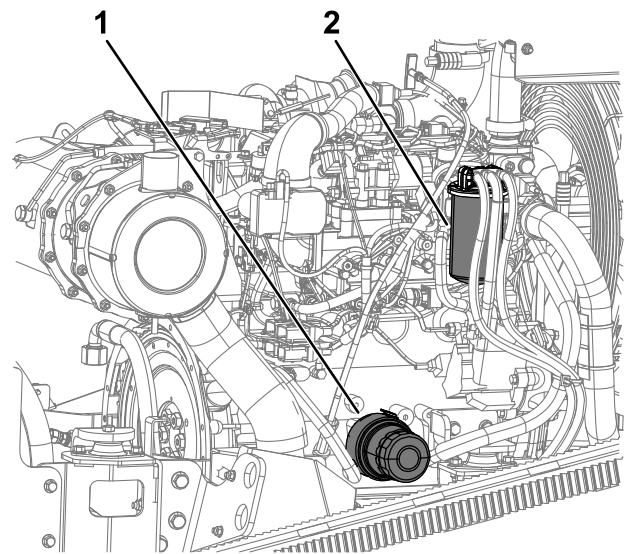

Bild 96
1. Reinigen Sie den Bereich um den Kraftstofffilterkopf (Bild 96).
2. Entfernen Sie den Filter und reinigen Sie die Kontaktfläche des Filterkopfes (Bild 96).